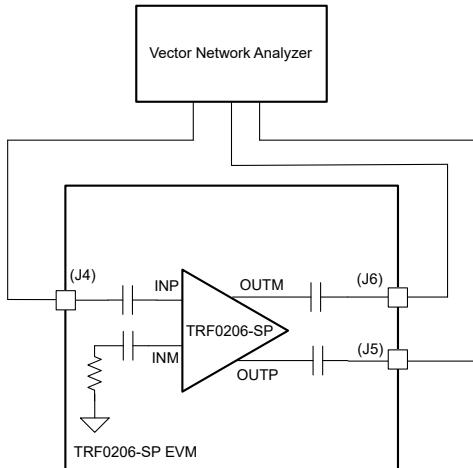

图 3-1. S 参数测试设置
- 如图 3-1 所示，通常会使用矢量网络分析器 (VNA) 进行 S 参数测量。要测量 TRF0206-SP EVM，建议使用 3 端口 VNA，它可以分别在 EVM 的输入和输出端口产生单端信号和接收差分信号。